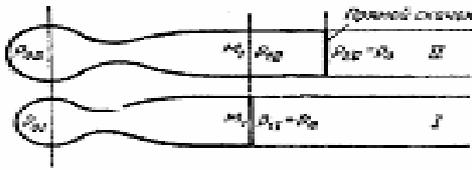

Рис. 20
87. Сравнить весовые секундные расходы воздуха в двух аэродинамических сверхзвуковых трубах с одинаковыми соплами, рассчитанными на число $M = 2$. Первая труба с открытой рабочей частью, выходное сечение которой замыкает прямой скачок уплотнения (рис. 20).